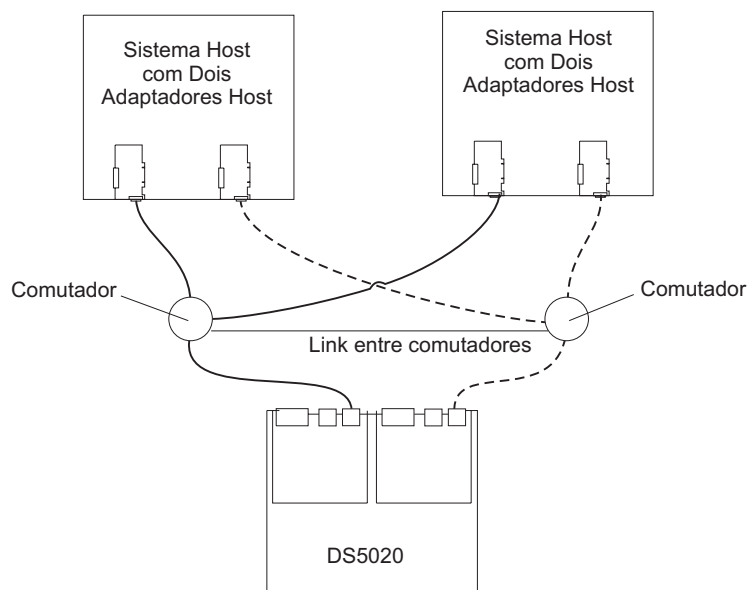

Figura 57. Exemplo de uma Configuração de Malha SAN Única
- Configuração de malha SAN simples, conforme mostrado na Figura 57 na página 91
Na Figura 57, os comutadores Fibre Channel são conectados juntos através do ISL (Inter-Switch Link) para formarem uma única malha SAN.